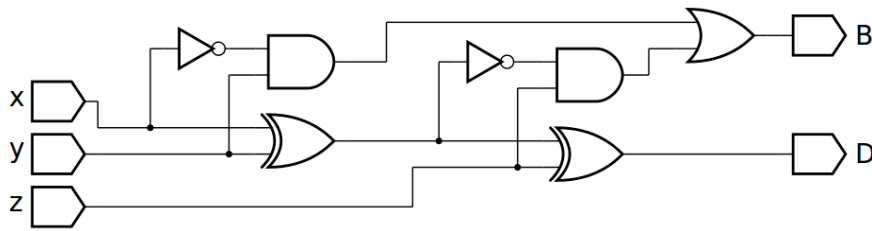
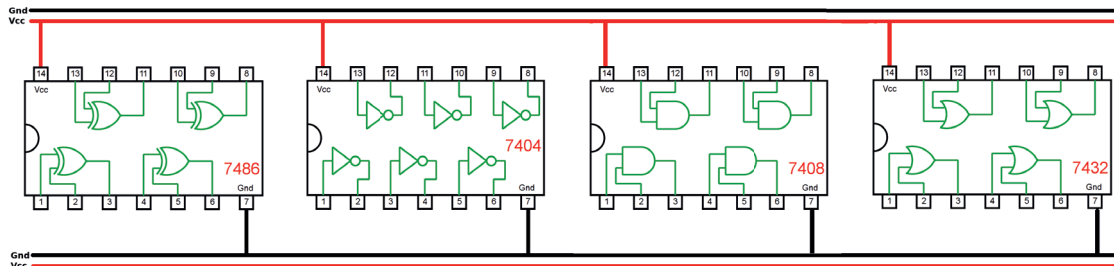

Figura 6.25 – Diagrama esquemático.
Figura 6.26 – Disposição dos componentes (TTL) para a placa de montagem.
- Complete as ligações na figura 6.26 ou 6.27 de acordo com a figura 6.25.
- Utilize um programa de simulação em computador (SmartSim, Atanua, Qucs) faça a simulação do circuito da figura 6.25. Compare os resultados com a tabela 6.10.
- Escreva a equação booleana do circuito da figura 6.25 e simule no programa para o Arduino.